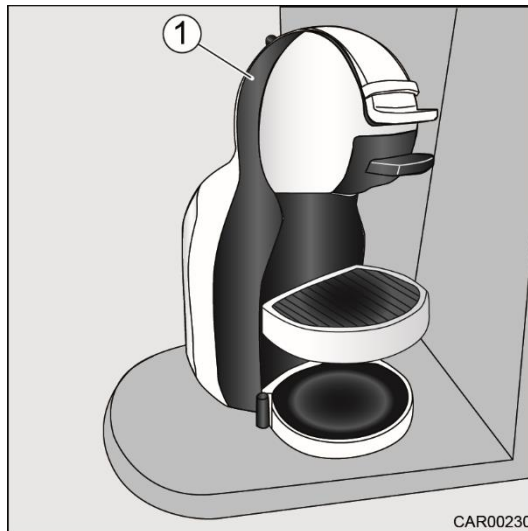

Fig. 131 Cafetière à capsules dans le placard de pavillon
2. Tirer sur la poignée jusqu'à ce que la cafetière à capsules (Fig. 131/1) soit complètement sortie. Veiller à ce qu'il n'y ait pas d'objets dans le rayon d'action.
3. Pour ranger la cafetière à capsules (Fig. 131/1), la glisser complètement dans le placard de pavillon en la tenant par la poignée.